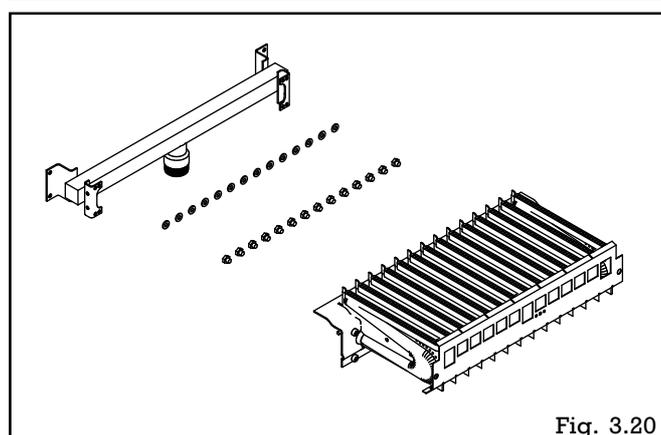

Fig. 3.20
- Désolidariser le brûleur de la rampe injecteurs (4 vis) (fig. 3.20)